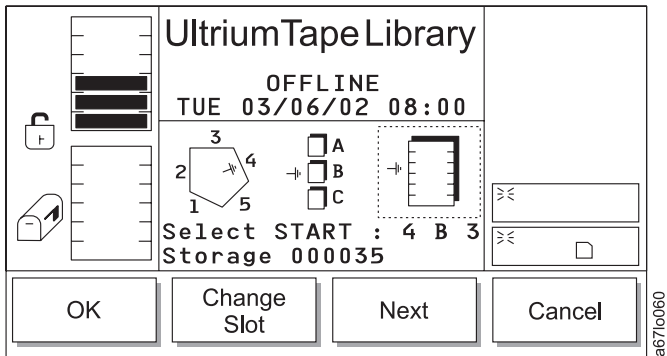

Abbildung 121. Dialog für Fachwechsel
- Wird **Next** ausgewählt, ändert sich der aktuelle Quellenparameter von einem Magazin in ein Ablagefach, und der Dialog für Fachwechsel erscheint (siehe Abb. 121).
Tabelle 70. Übersetzung von Abb. 121, Dialog für Fachwechsel